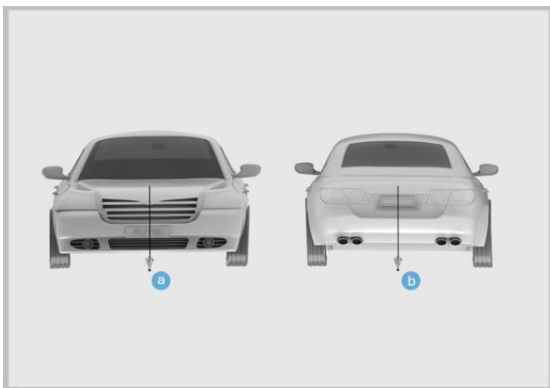

图 3-1 铅垂线位置示意图
1. 将铅垂线CSC1500/07分别靠在汽车前、后车标中央，在铅垂线正下方的地面上作标记点a和b（参考图3-1）。